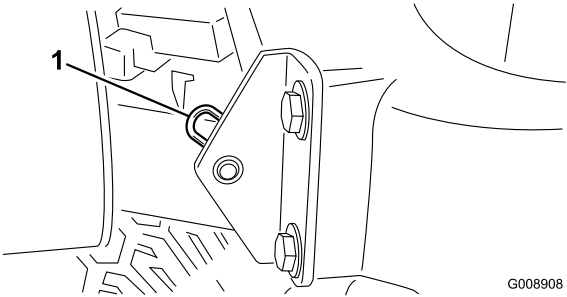

Figura 43
- 2. Retire o contrapino que fixa a articulação do capot aos suportes de montagem (Figura 43).